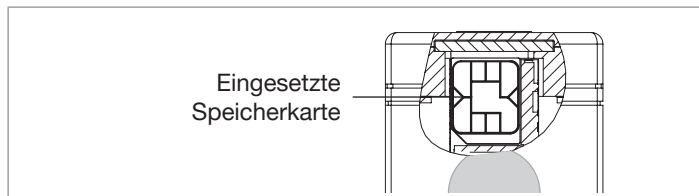

Abb. 23: Querschnittszeichnung
- Auf die Einsetzrichtung der Speicherkarte achten. Abb. 23 zeigt die Endposition der Speicherkarte im Produkt.